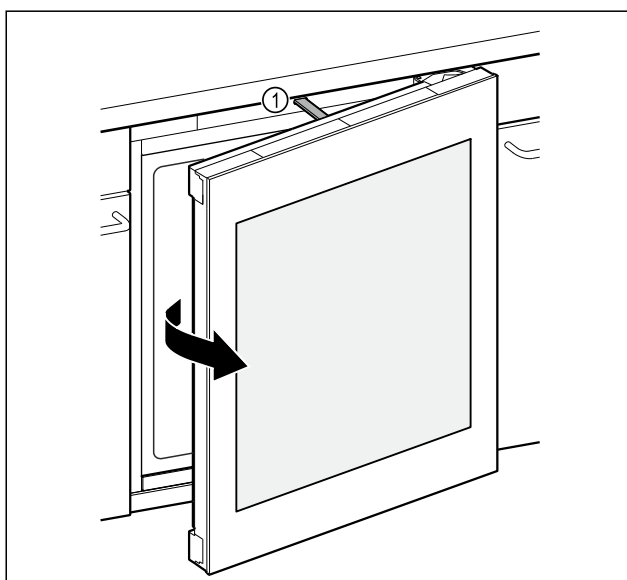

Fig. 88
- La varilla de empuje Fig. 88 (1) abre la puerta aproximadamente 7 cm.